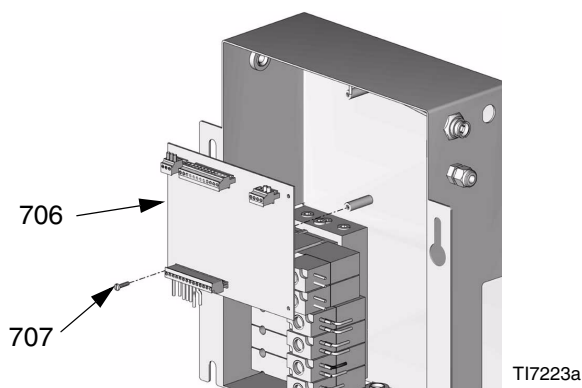
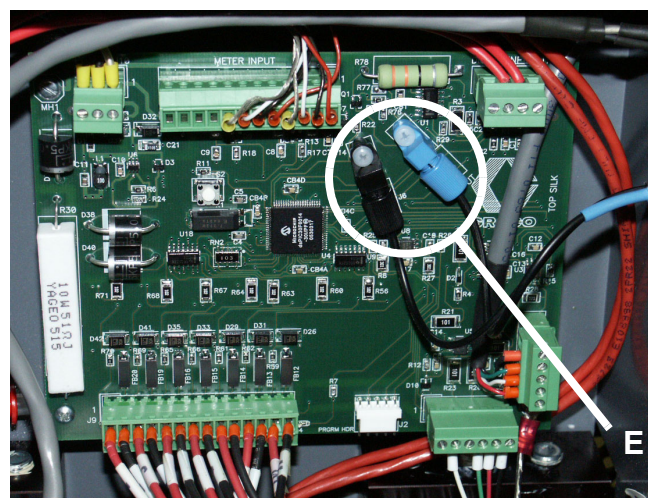

FIG. 20
FIG. 22: Tarjeta de circuito del panel de fluido con montaje mural
3. Desconecte los cables de fibra óptica y todos los cables (J1, J3, J4, J5, J6, J9, J10) de la tarjeta de control (706). FIG. 20.
4. Retire los 4 tornillos (707). Retire la tarjeta de control (706). FIG. 20. (Panel de fluido RoboMix no representado; siga el mismo procedimiento.)
5. Instale una nueva tarjeta de circuito impreso (706) con 4 tornillos (707).
6. Conecte los cables a la tarjeta de control (706). FIG. 22. Introduzca los conectores del cable de fibra óptica (J4, J6) en los conectores de la tarjeta (E), emparejando el azul con el azul, y negro con el
negro, y apriete los conectores (E) a mano. FIG. 22 y FIG. 22.